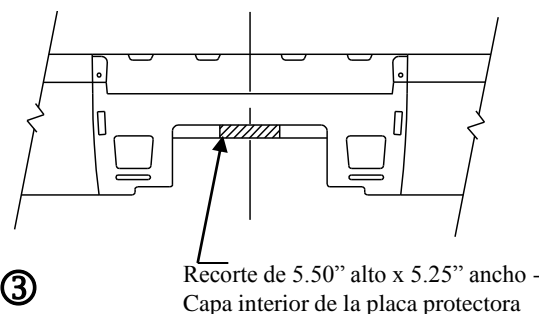

Figura 3
- Instale el enganche y los soportes de refuerzo como se muestra en la Figura 2 (en los modelos 2002 y posteriores, recorte la placa protectora como se muestra en la Figura 3).